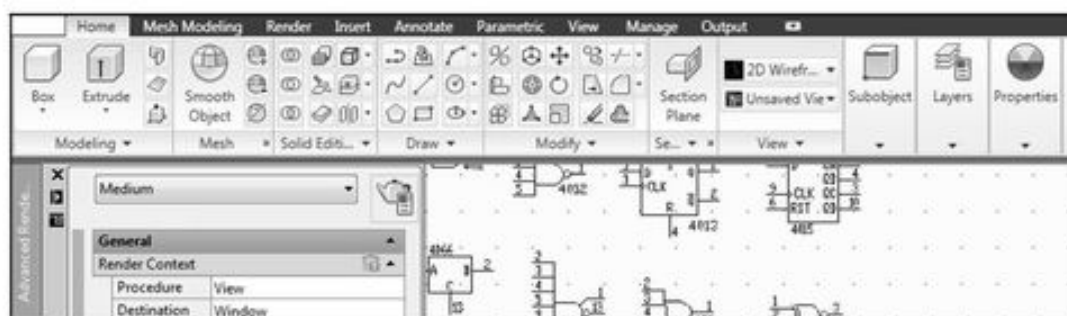

Рис. 2.20. Измененное рабочее пространство
6. По закрытии мастера в рабочем окне AutoCAD загрузятся все заданные настройки, и перед вами появится новая лента, а также новые палитры (рис. 2.20).